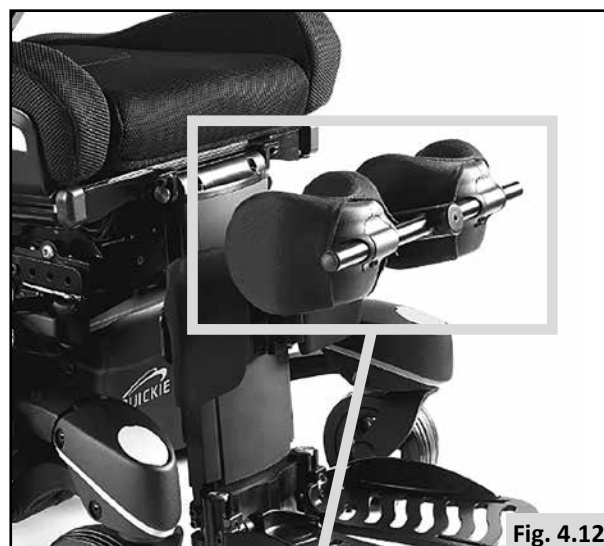

Fig. 4.12
4.4.2 Ajuste da profundidade da fixação dos joelhos (Fig. 4.12 - 4.13):
4.4.3 Ajuste da largura da fixação dos joelhos (Fig. 4.12 - 4.13):
- Desaperte os parafusos (E)
- Aperte os parafusos (E)
4.4.4 Ajuste a altura da fixação dos joelhos (Fig. 4.12 - 4.13):